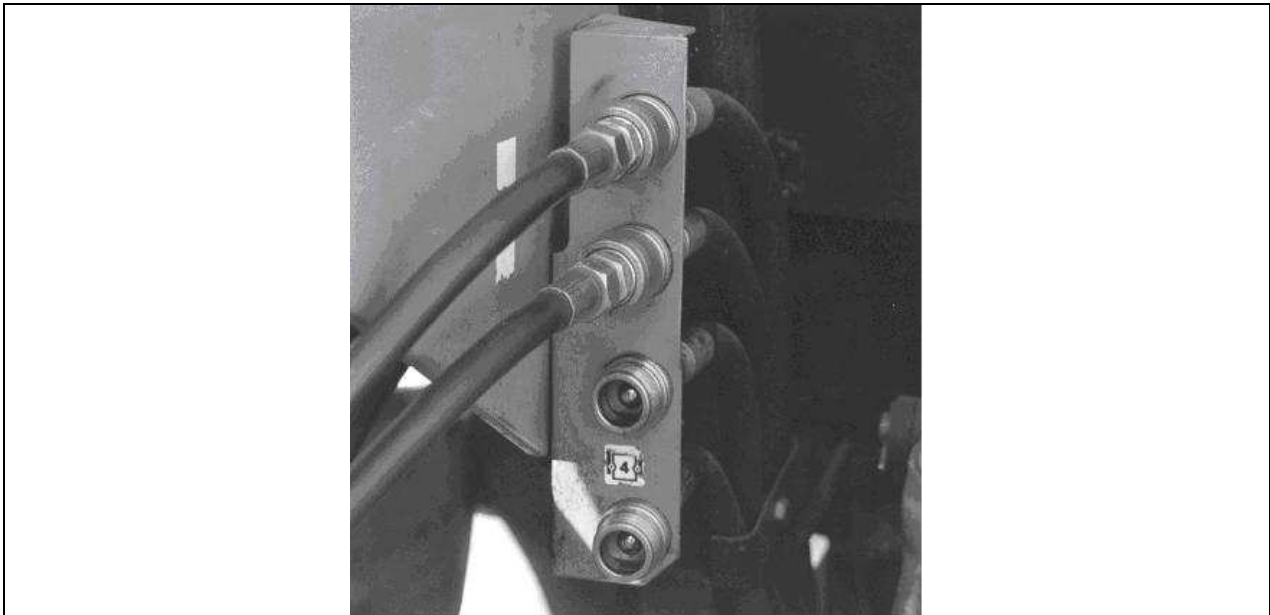

Рис. 17 Подключение гидравлических проводов к трактору
- Концы быстрых соединений гидравлических проводов обмотчика подключить к гнездам клапанов гидравлики трактора (Рис. 17)